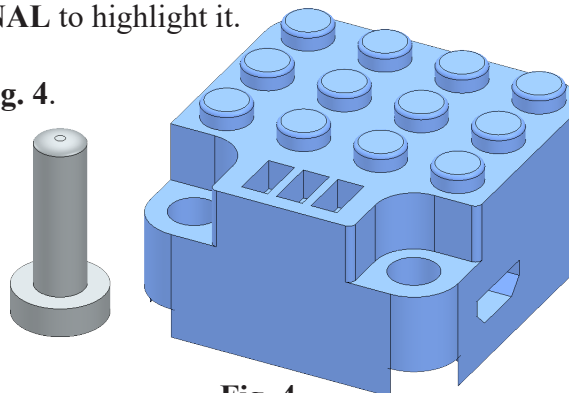

Fig. 4
Step 7. Place the Terminal, **Fig. 4**.